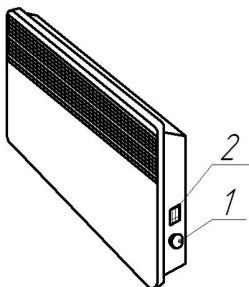

Рис. 5 Размещение органов управления конвекторов (IP20)
4.7 Переведите клавишу выключателя (клавиши ступенчатого регулятора мощности) в отключённое положение «0», ручку термостата установите в положение «\*\*\*» (с совместите знак «\*\*\*» на ручке с меткой на корпусе конвектора или блока управления). Конвектор готов к работе (расположение органов управления конвектором приведено на рис. 5, 6).
**Внимание!** Категорически запрещается включать и эксплуатировать конвектор без его закрепления на кронштейнах на стене или без установленных опор на полу. Включать и эксплуатировать конвектор допускается только в положении, показанном на рис. 5, 6 (воздухозаборной решёткой вниз). При первом включении конвектора возможен запах от испарения консервационных материалов. Рекомендуется проветрить помещение.